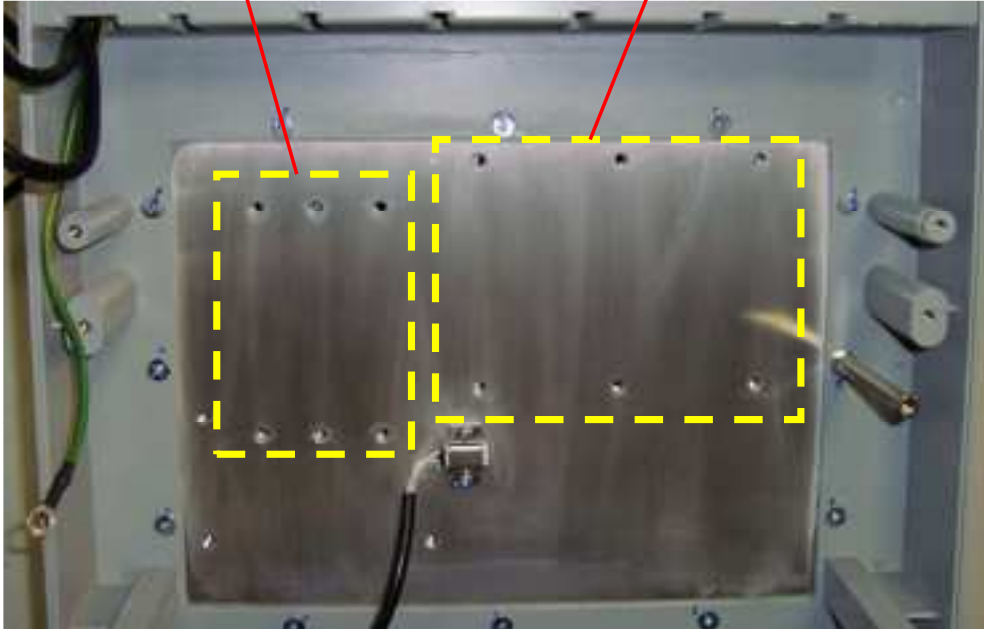

Рис. 7.5
7.4.1. Протереть радиатор в месте монтажа модулей IGBT салфеткой, смоченной СБС (рис. 7.5).
7.5.3. Протереть радиатор в месте монтажа полумостов салфеткой, смоченной СБС (рис. 7.5).